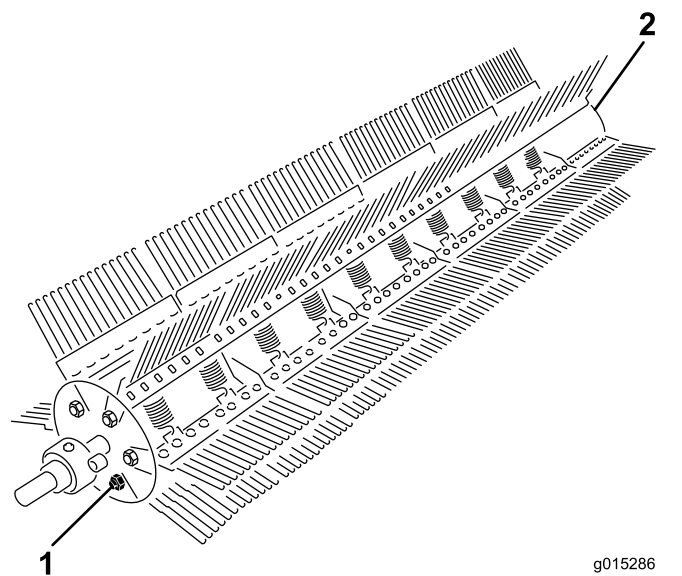

Figura 27
2. Retire el perno y la contratuerca de 1 extremo de la varilla del rastrillo (Figura 27).